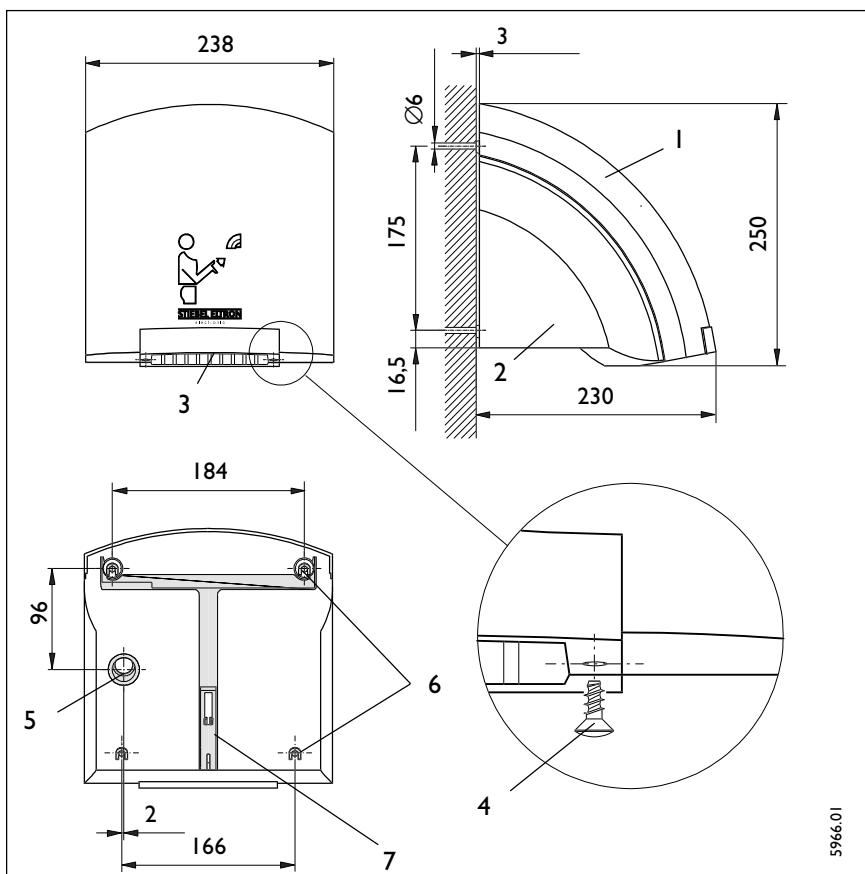

Рис.2
Конструкция прибора (рис.2)
Размеры указаны на рис.2.
4. Закрепите оба крепёжных винта на решётке выхода тёплого воздуха (рис.2, поз.4)